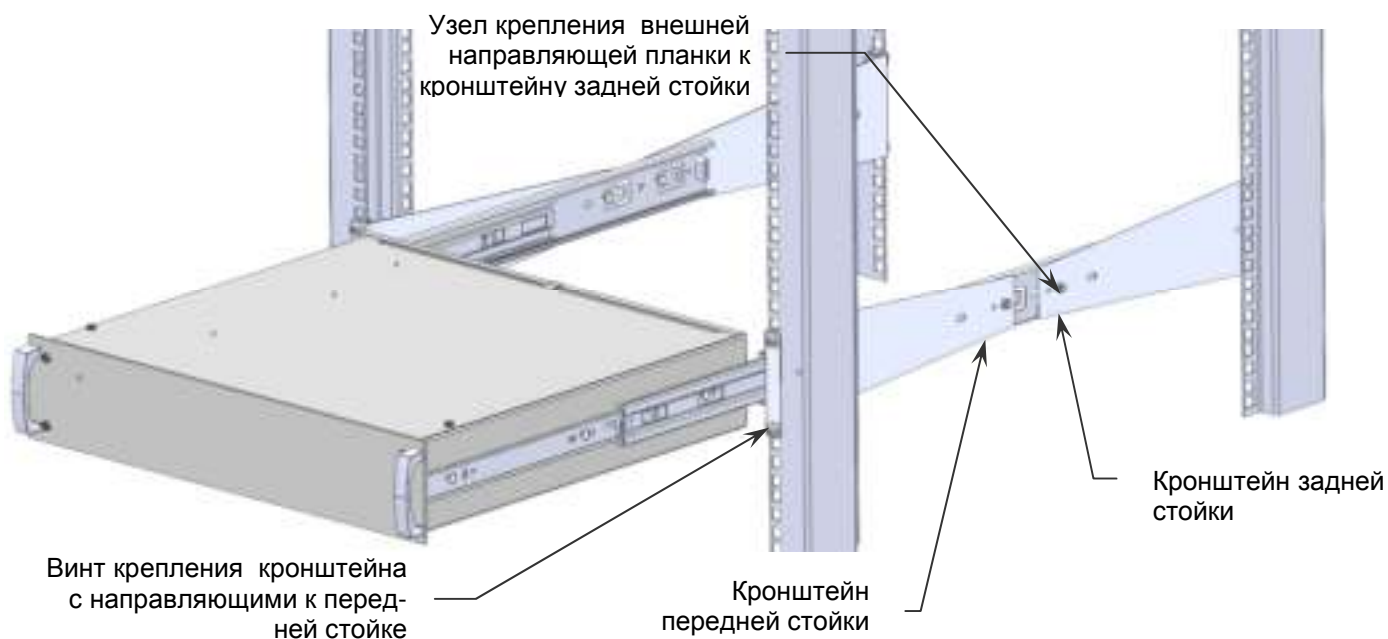

Рисунок 3 - Пример встраивания отсека в телекоммуникационную стойку
Отсек рекомендуется размещать в 19" шкафу или стойке, в месте, с ограниченным доступом посторонних лиц. Отсек устанавливается в стойку на четырех кронштейнах (см. рисунок 3).
4. Закрепить на задних стойках кронштейны нужного размера из комплекта поставки таким образом, чтобы они находились на одном уровне с кронштейнами, установленными на передних стойках (см. рисунок 3).
7. Вставить отсек внутренними направляющими планками, закрепленными на корпусе, в подвижные части внешних направляющих, установленных в стойке, и задвинуть отсек внутрь стойки до фиксации деблокировочным рычагом (см. рисунок 3).